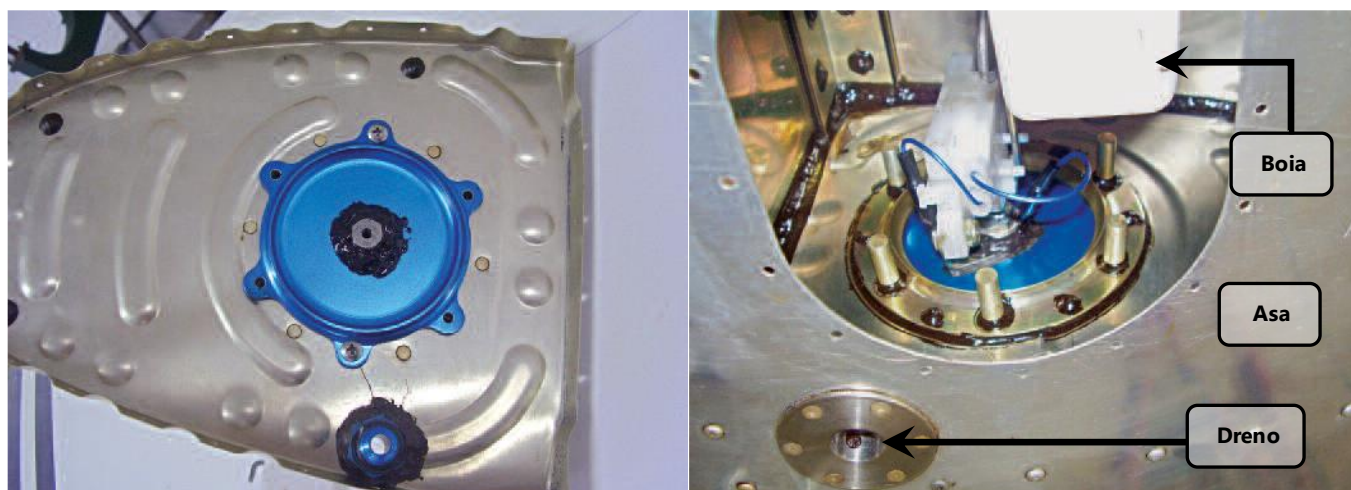

Figura 28.40.1 – Bóia de combustível (interior da asa)
O Quasar possui dois tipos de bóias de combustível: uma (AA-28-40-6010) utilizada com instrumentos Dynon Skyview e outra com instrumentos ISS (AA-28-40-6021 e AA-28-40-6022). Independente da bóia a fixação é a mesma e os procedimentos de desmontagem e montagem são os mesmos. A figura 28.40.1 ilustra a localização das bóias. Em cada tanque o acesso é realizado por janelas de inspeção, uma delas é mostrada no diagrama da figura 28.10.1.
A figura 28.40.1 mostra o detalhe da bóia vista da janela de inspeção oval próxima ao dreno do tanque de combustível, mostrada também no capítulo 28.10-Armazenamento.
A única inspeção aplicável deve ser uma verificação visual, a cada 25 horas, quanto a vazamentos nas proximidades de sua instalação, figura 28.40.1, através das janelas de inspeção mostradas no 28.10-Armazenamento, de ambos os tanques de combustível.
4. Remover os parafusos AN526-C632-R8 e o conjunto de Flange externa da bóia AA-28-40-6010, ver figura 28.40.1. Utilizar uma chave Phillips de ¼"x4".